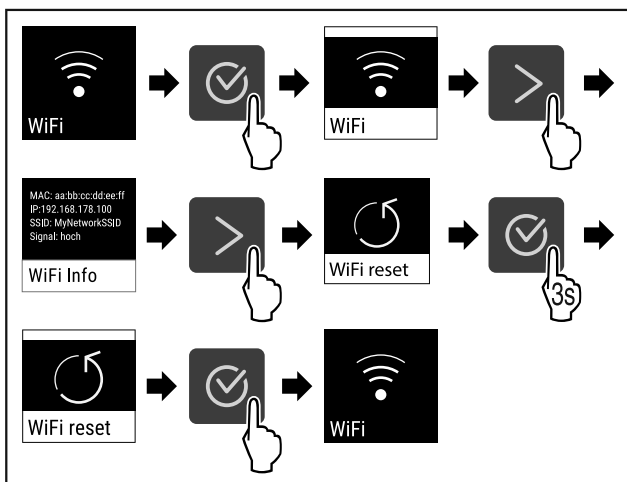

Fig. 88
- ▶ Suivre les étapes (voir Fig. 88).